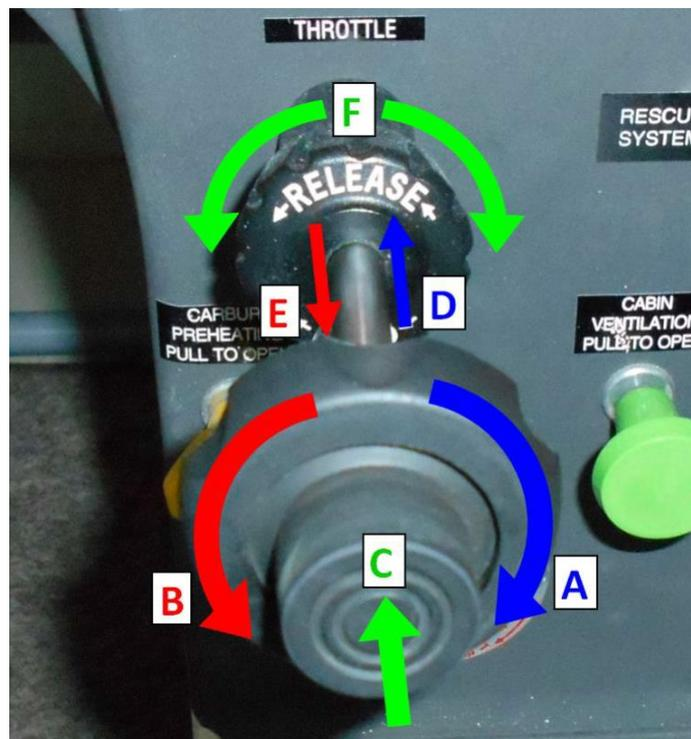

Figure 7-15 : Contrôle des gaz
La manette des gaz étiquetée **THROTTLE** est un bouton noir installé dans la console centrale (Fig. 7-15). Elle est configurée pour que le papillon des gaz soit ouvert en position avancée et fermé en position arrière complète. La manette des gaz est actionnée en tournant le bouton dans le sens des aiguilles d'une montre pour augmenter (A) ou dans le sens inverse des aiguilles d'une montre pour la diminution (B) du régime moteur. Pour les réglages rapides ou importants, le bouton peut être déplacé vers l'avant pour augmenter (D) ou vers l'arrière pour diminuer (E) le régime moteur en appuyant sur le bouton de verrouillage (C) à la fin de la commande d'accélération, puis en repositionnant celle-ci comme désiré. Le frottement de la commande des gaz est ajusté en tournant le bouton (F) au bas de la manette de contrôle dans le sens des aiguilles d'une montre pour augmenter et dans le sens contraire pour la diminution du frottement. La commande des gaz est reliée mécaniquement par des câbles en acier aux carburateurs.